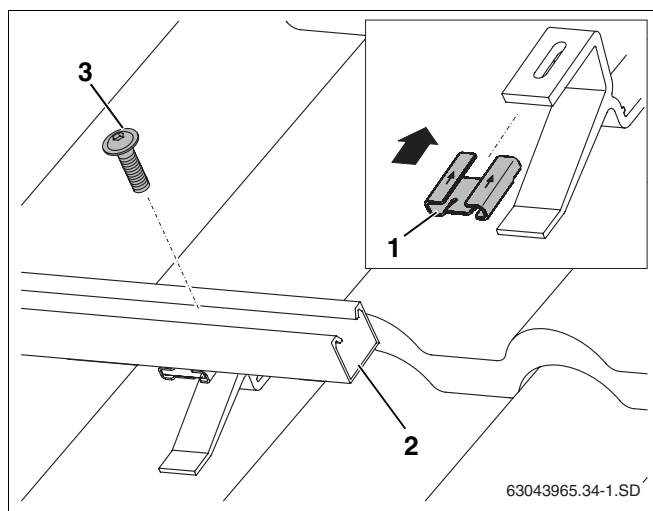

Рис. 32 Крепление профильных реек на кровельных крюках
- Надеть сдвижную гайку (рис. 32, **поз. 1**) по направлению, указанному стрелкой, на кровельный крюк.
- Уложить нижние профильные рейки (рис. 32, **поз. 2**) на кровельные крюки и для дальнейшего их выравнивания только слегка закрепить винтом M8 (рис. 32, **поз. 3**).